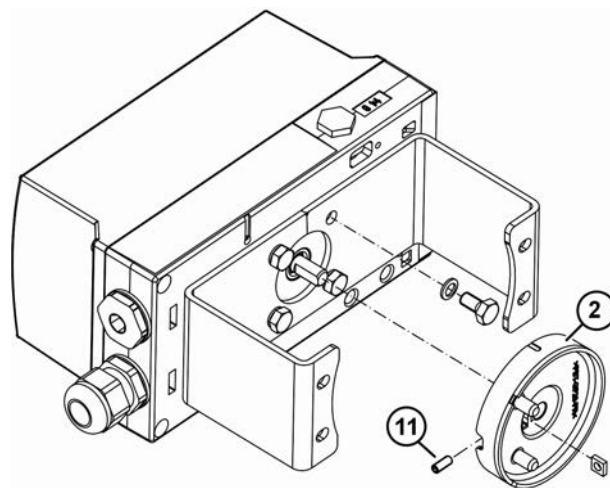

图 20: 定位器上耦合轮的安装
- 图 20: 将耦合轮（2）推到定位器轴上的限位挡块处，然后将其拉回约 1 mm，并使用随供的内六角扳手拧紧内六角螺丝（18）。